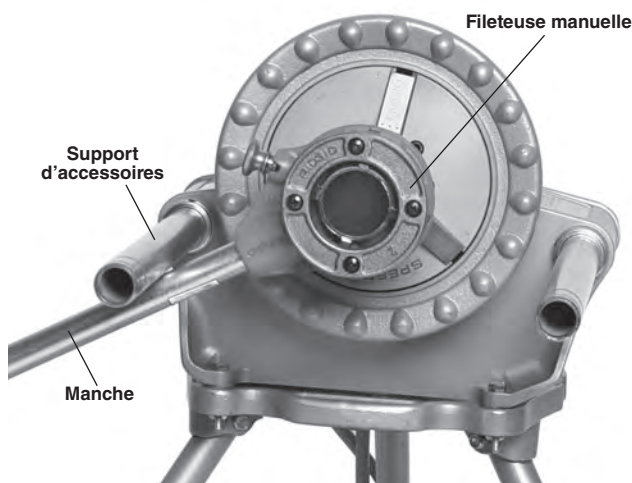

Figure 20 – Retrait de la tête de filière du tuyau fileté (Manche appuyé contre la sous-face du support)
- c. Déployez le support d'accessoires côté commutateur entièrement, puis relevez le manche de la fileteuse contre lui. Tenez la poignée du manche de votre main gauche. Afin de limiter les risques de pincement, ne mettez pas vos mains ou vos doigts entre le manche de la filière et le support d'accessoires. Maintenez le manche appuyé contre le support (Figure 20).
1. Tenez le manche de la fileteuse contre la sous-face du support d'accessoires côté commutateur. Afin de limiter les risques de pincement, ne mettez pas vos mains ou vos doigts entre le manche de la fileteuse et le support d'accessoires. Reportez-vous à la Figure 20 pour la position de travail appropriée.